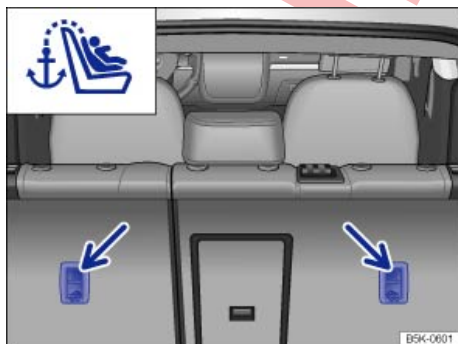

Fig. 117 Argollas de sujeción en la parte posterior del asiento trasero para fijar el cinturón de fijación superior.
- Enganche el cinturón de fijación superior en la argolla de sujeción correspondiente marcada como Top Tether en el maletero ⇒ fig. 117.